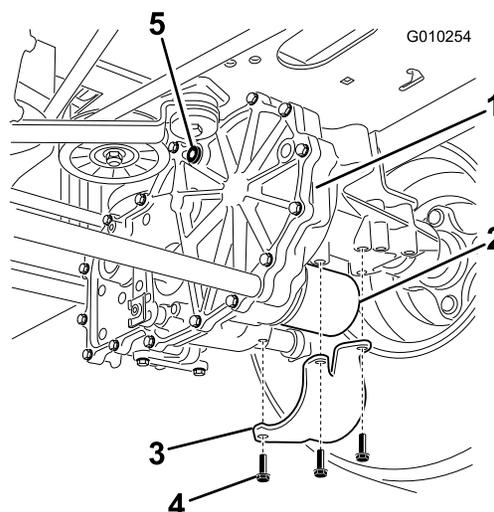

Figure 51
2. Localisez le filtre et ses protections sur chaque transmission à boîte-pont et retirez les 3 vis qui fixent la protection de filtre (Figure 51).